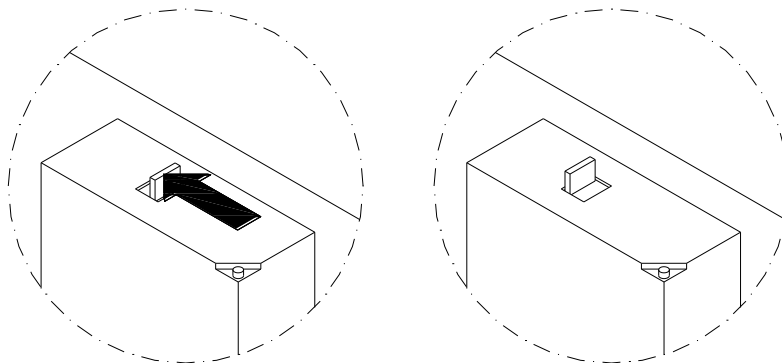

Figura 27 - Restaurando el Dispositivo de Monitorizació
- restaure la condición de funcionamiento adecuado del dispositivo de monitorización como se muestra en la Figura 27